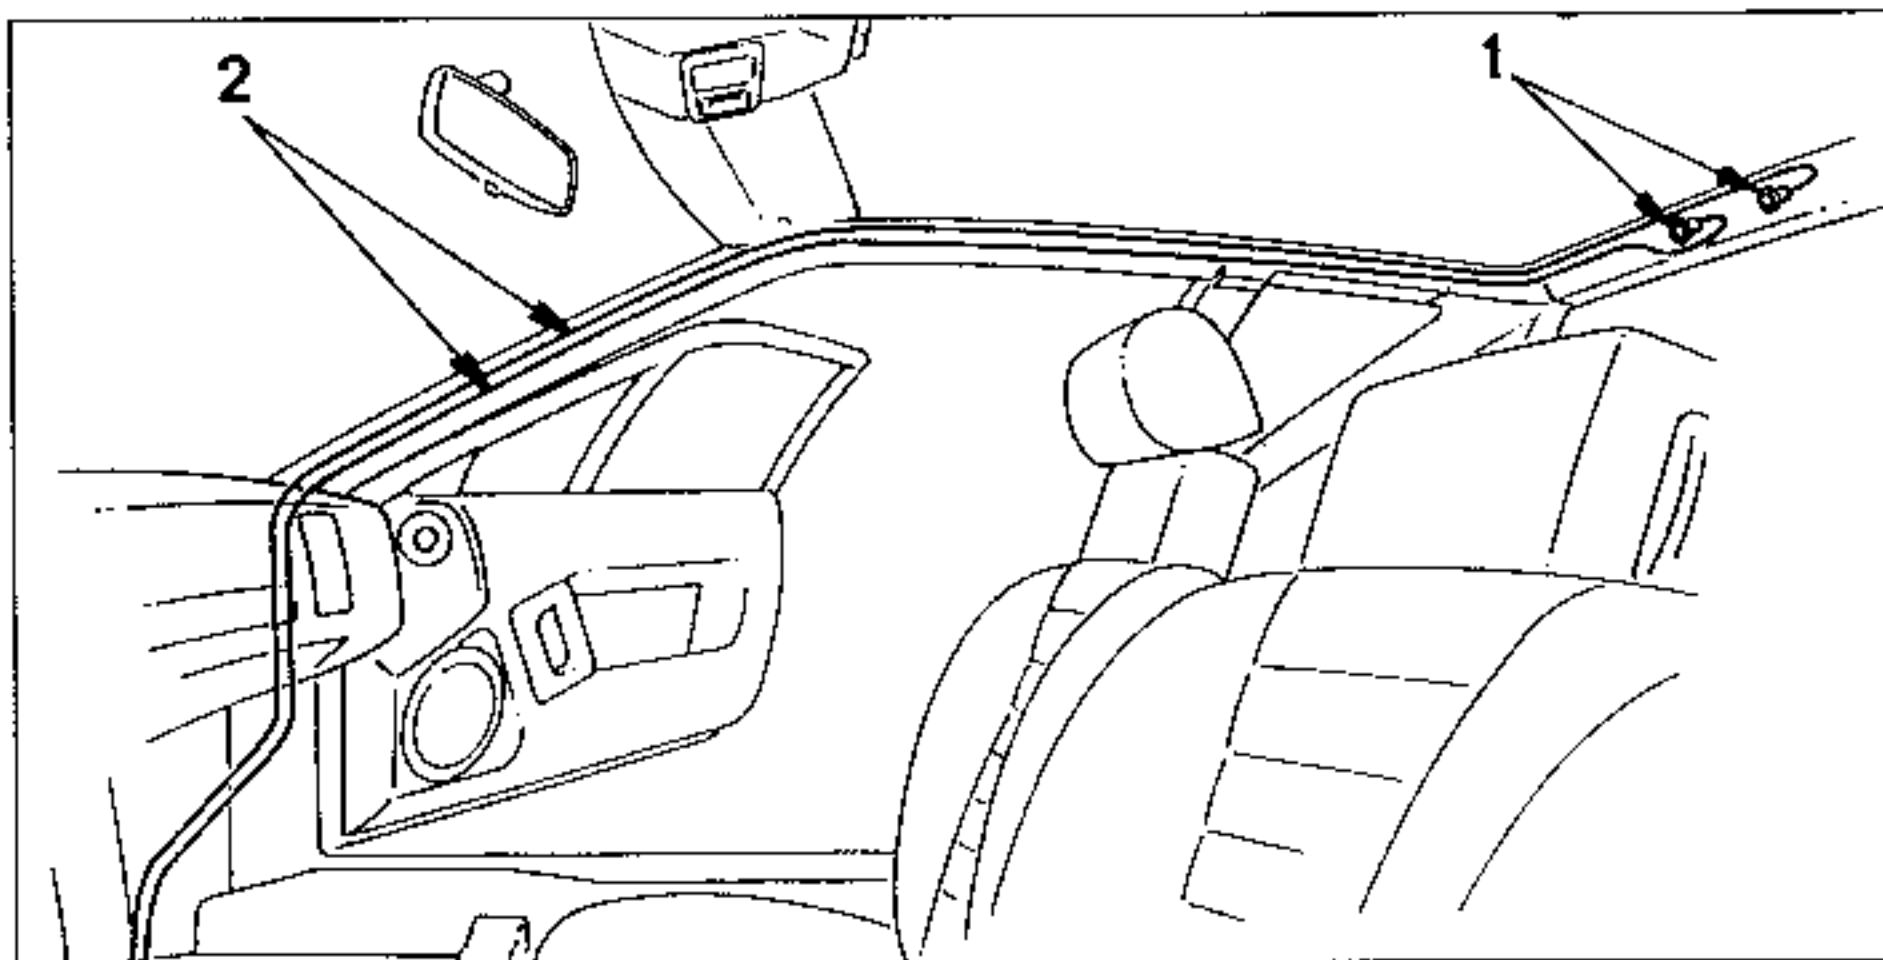

Fig. 3
1) CAPTEURS VOLUMETRIQUES (1) (Fig. 3) :